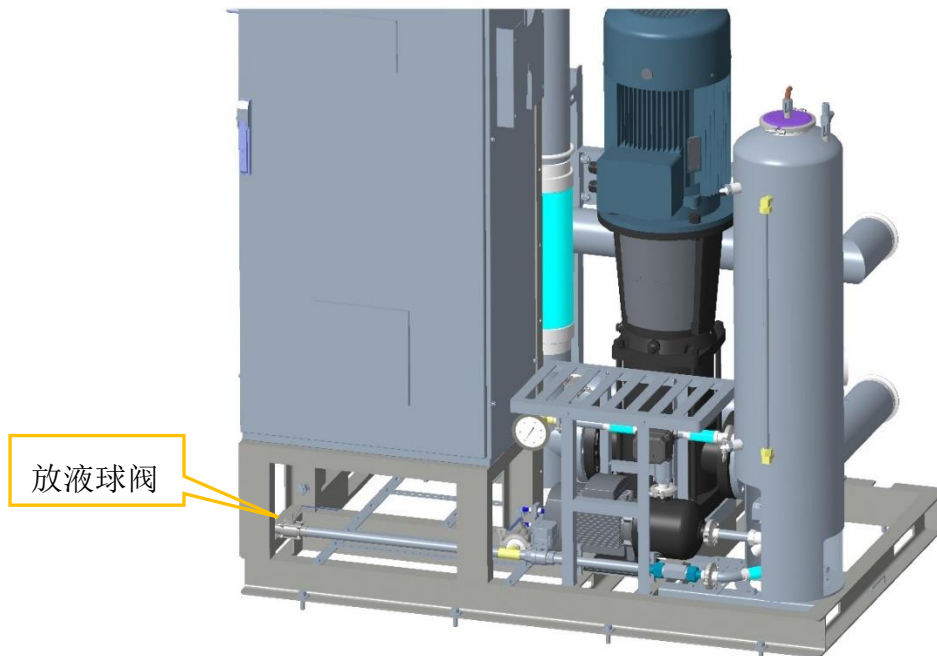

图 9-3 泵站放液球阀位置
- a) 找到放液球阀位置（见图 9-3）；
- b) 将放液软管接至放液球阀处，使用喉箍卡紧；将软管引至设备外，打开 V202 号阀门（图 9-3），即可对系统进行排污。